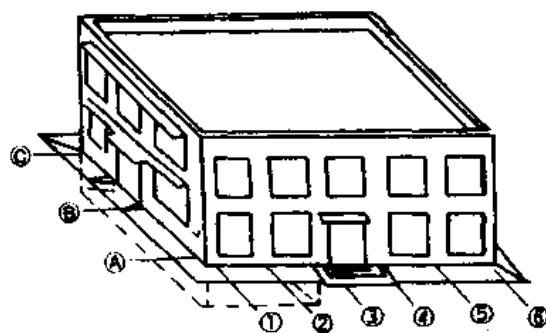

图 9-8 轴线表示法示意图
(2) 比例。平面图一般按比例绘制,比例标注在图标栏内,如 1:100,其含义是图上 1mm,代表实际尺寸 100mm 长。但是电气设备和导线并不按比例画出它们的形状和外形尺寸,而是采用图形符号表示。
(3) 建筑物轴线。电气平面图采用土建平面图的轴线表示法,图 9-8 所示①~⑥ 及 A、B、C 即为轴线。轴线的作用如地图上的经纬线,可以明确电气设备的安装位置。轴线用点划线表示。
(4) 尺寸。平面图上的尺寸一般用数字和细箭头标注在图上。
(5) 高度标志。高度通常用数字表示。一般以大楼一层地坪平面高度定为 ±0.00,单位是 m,符号上的数字表示与一层地坪平面相对高度。